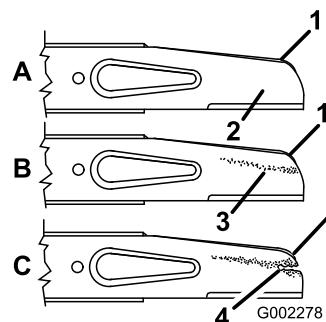

Figure 23
2. Enlevez le boulon de lame, la rondelle de blocage, l'accélérateur et la lame (Figure 23).